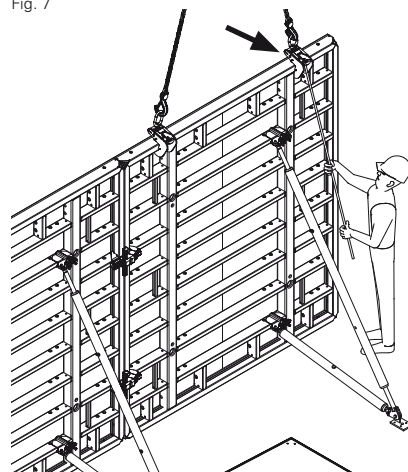

Fig. 8
3. Skyv transportkrokene ut av kantprofilen. Fig. 8